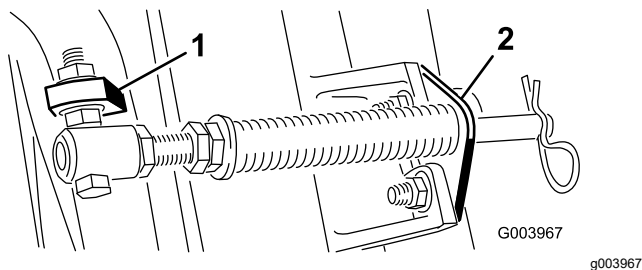

Рисунок 5
- Д. Присоедините кронштейн штока к выступам режущих блоков с помощью каретных болтов и гаек (Рисунок 5).